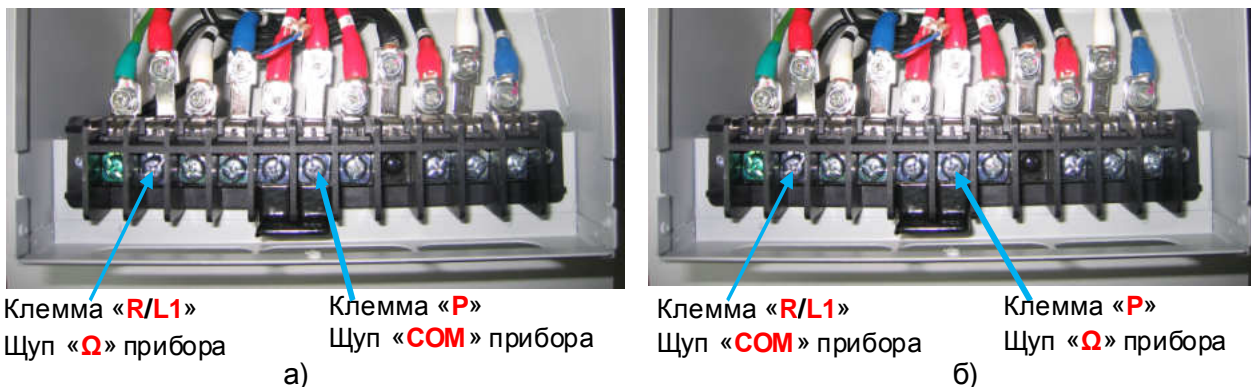

Рис.4.11. Проверка входных силовых цепей относительно терминала “+” звена постоянного тока.
- 4.12.17.4. Подключить щупы мультиметра к клемме **R/L1** и клемме **P** силовой клеммной колодки в соответствии с рис. 4.11а. Показания прибора, при исправном диодном мосте, должны быть в пределах **200...1000** (прямая проводимость диода). Повторить проверку для клемм **S/L2** и **T/L3**. Если показания прибора отличаются более чем на 10%, диодный мост считается неисправным. Подключить щупы мультиметра в соответствии с рис. 4.11б. Прибор должен показать «Обрыв цепи» (обратная проводимость). Повторить проверку для клемм **S/L2** и **T/L3**.